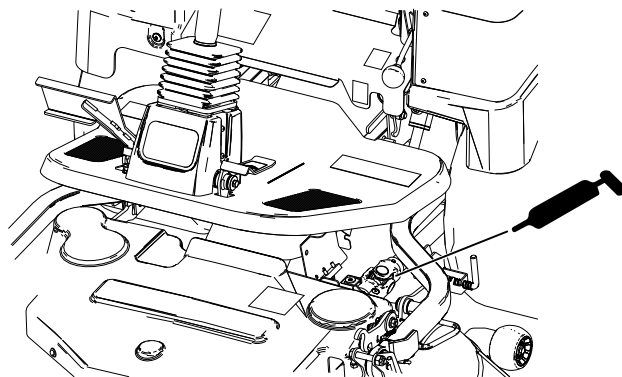

Figura 47
- Articulación en U delantera del árbol de transmisión en la caja de engranajes de la segadora (Figura 47).